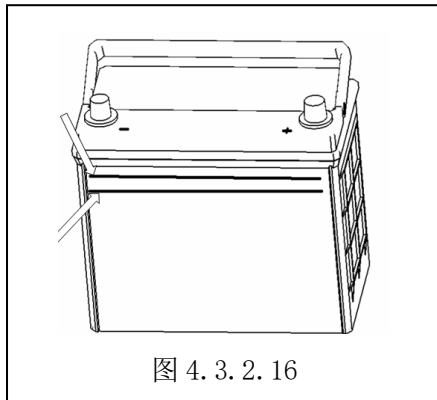

图 4.3.2.16
w. 蓄电池（见图 4.3.2.16）
- 1) 主保险丝：直接承受蓄电池的主电流；（见图 4.3.2.17）。
- 2) 支路保险丝：用于各单独电器回路中；（见图 4.3.2.18）。